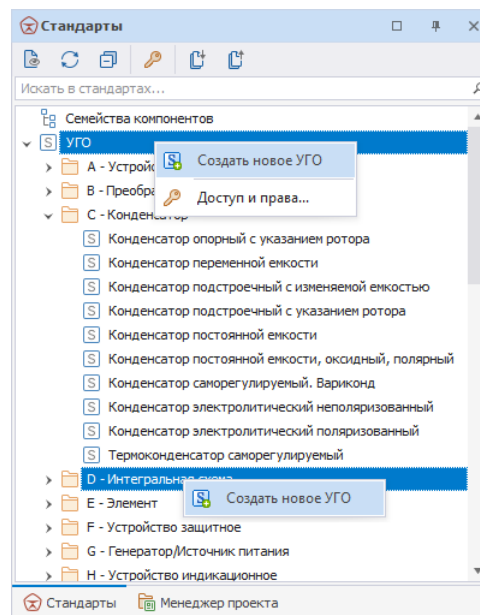

Рис. 43 Выбор узла для создания УГО
1. Вызовите контекстное меню с узла «УГО» (для создания УГО в корне дерева «УГО») или с конкретной папки (для создания УГО в рамках определенного семейства), Рис. 43.